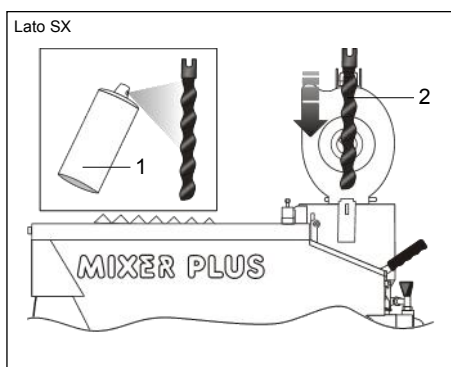

FIG.16 (Inserimento rotore nello statore)
- 4) Spruzzare sul rotore (FIG.16-Rif.2) il liquido "Antigrip" (FIG.16-Rif.1) fornito in dotazione (v. par. 4.2);
- 5) Inserire manualmente il rotore (FIG.16-Rif.2), attraverso la camera di miscelazione, nello statore e centrarlo sulla cavità dello stesso;